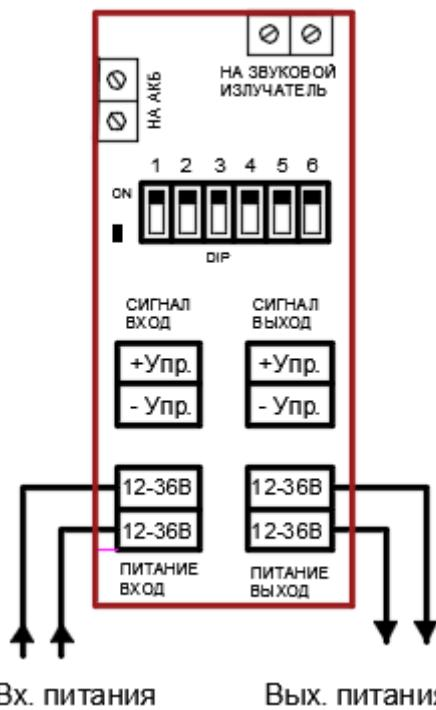

Рисунок 3 – Схема 2-х проводного подключения оповещателя пожарного взрывозащищенного ТСВ 12÷36В. Номинал управляющего сигнала: 12÷36В DC, 12÷28В AC.
3.2 НАЗНАЧЕНИЕ ПЕРЕКЛЮЧАТЕЛЕЙ DIP («1-6»), рис. 3 – 8:
- произвести подключение проводов в соответствии со схемами подключений рис. 3 – 6 настоящего РЭ. В оповещателе использованы нажимные клеммы для проводов, сечением до 2,5 мм^2 . Для подключения оповещателя использовать кабели с медными жилами, сечением не менее 0,75 мм^2 .